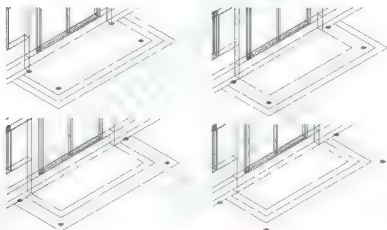

图 6.59 修改平面台阶
- (1) 将【台阶】图层设为当前图层,同时打开【室外】图层。
- (2) 将台阶修改成图 6.59 所示的 4 个封闭的矩形。